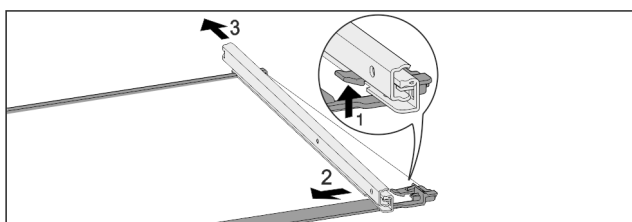

Fig. 122 Glasplatte mit Schienen
- Vorderen Rasthaken nach oben drücken. Fig. 122 (1)
- Auszugsschiene zur Seite Fig. 122 (2) und nach hinten Fig. 122 (3) wegschieben.